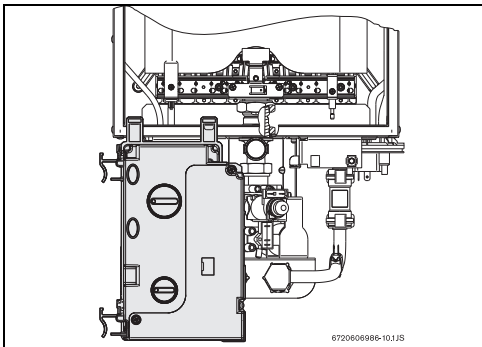

Fig. 13 Caja de mando - posición de ajuste del gas
- Una vez retirada la caja de mando, colóquela de acuerdo con la Fig. 13.